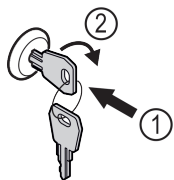

Fig. 58 Simbolična slika
- ▶ Vstavite ključ Fig. 58 (1).
- ▶ Ključ obrnite v smeri urnih kazalcev za 90° Fig. 58 (2).